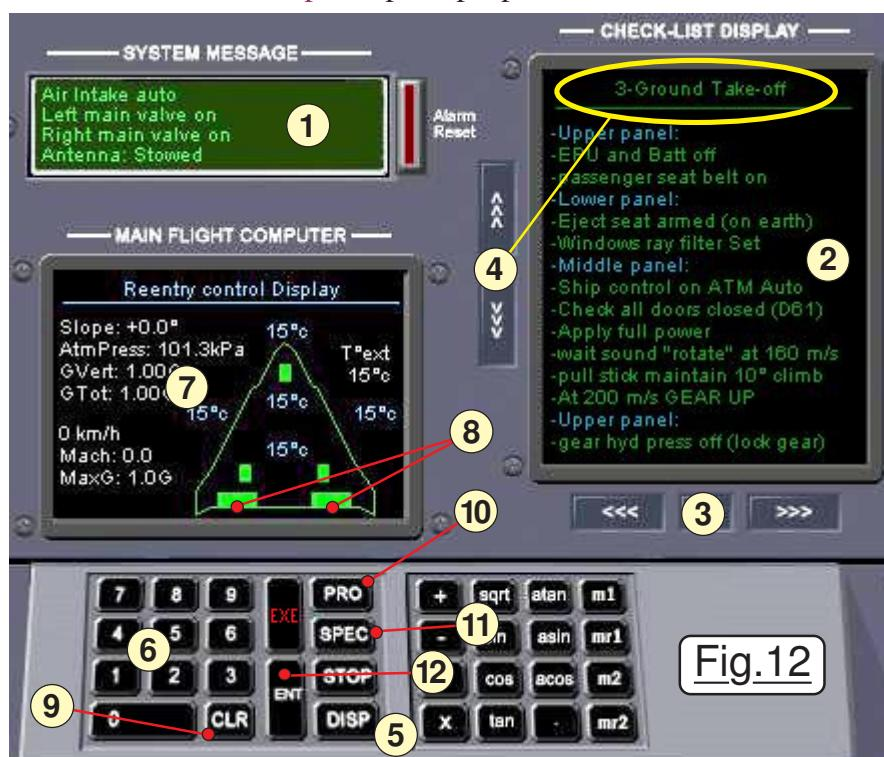

Fig.12
- Cliquer en **9** de la Fig.12 sur le bouton **CLR** pour annuler tout programme éventuellement en mémoire.
Si un programme invoqué a besoin de la valeur d'un paramètre, il faut alors le spécifier avec la touche **SPEC** du clavier du calculateur de bord montrée en **11** sur la figure 12. Quand on procède au tir d'une fusée, il faut dès le décollage orienter la trajectoire vers la direction dans laquelle sera l'orbite une fois établie. Pour nous, comme nous voulons nous placer dans le plan de l'orbite d'ISS, l'angle de tir habituel est de  $42^\circ$ . Mais comme nous allons décoller alors qu'ISS est sur une portion "descendante" de sa trajectoire sur la carte", il faut ajouter  $180^\circ$  soit un azimut de tir de  $122^\circ$ . Donnons cette valeur au calculateur :